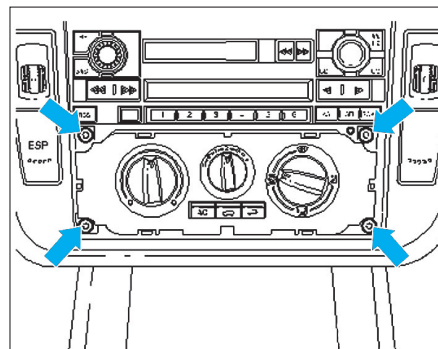

Fig. 59
- Dévisser les vis de l'écran des instruments (Fig.59).